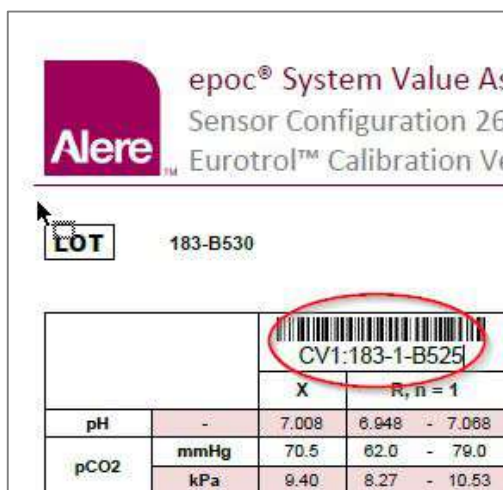

Fig. 15.
- a. Encontre o fluido que pretende executar no VAD (assinalado com um círculo na Fig. 15; o N.º de lote é apresentado apenas como exemplo).